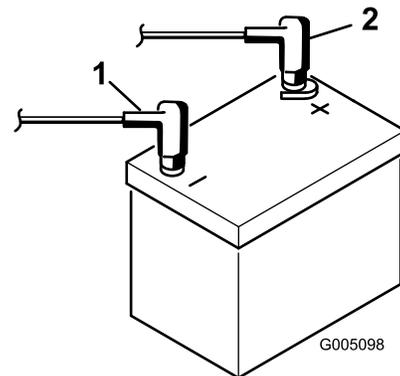

Figura 9
- Conecte el cable positivo (rojo) al borne positivo (+) y el cable negativo (negro) al borne negativo (-) de la batería y sujételos usando los pernos y las tuercas (Figura 9). Deslice la cubierta de goma sobre el terminal positivo para evitar posibles cortocircuitos eléctricos.